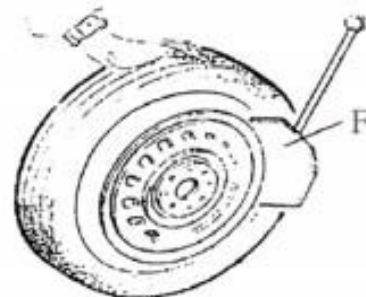

Рис. 5
Убедитесь, что воздух из шины полностью спущен, установите шину вплотную к резиновому буферу (S). Подведите лопату к покрышке на расстоянии 10 мм от края обода, как показано на рис. 5. Нажмите на педаль разуплотнителя бортов (U) для ввода лопатки в шину. Повторите эту операция в разных местах по окружности шины и с обеих ее сторон, пока борта шины не освободятся полностью.